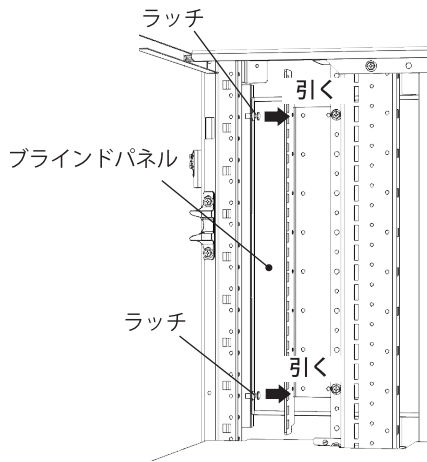

図 1
1. ラック内部からスライドパネルのラッチを矢印の方向に引き、解除してください。(図 1)